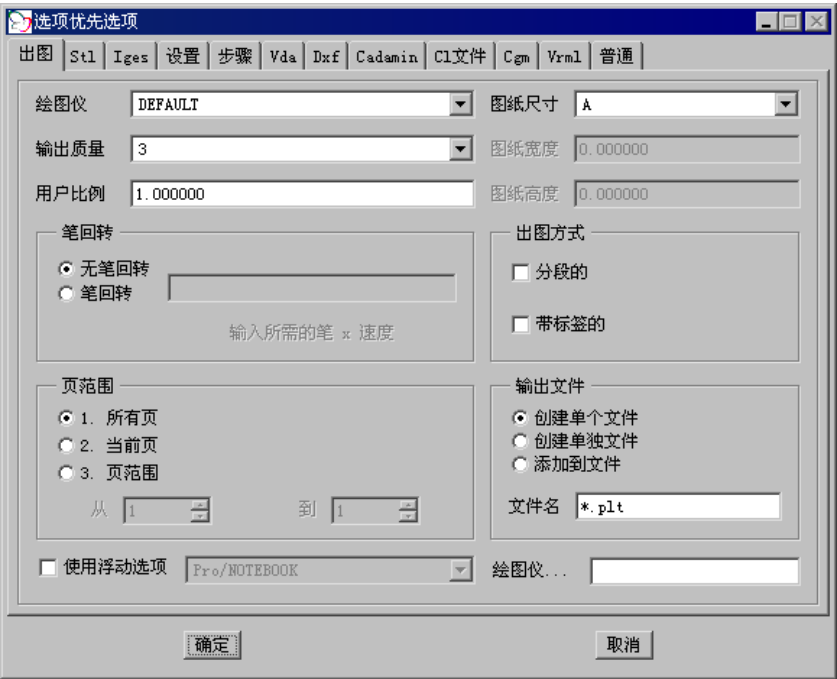

图 9.6.8 “选项优先选项”对话框
Step1. 在主窗口的菜单栏中选择下拉菜单 **优先选项** → **设置优先选项** 命令，打开图 9.6.8 所示的“选项优先选项”对话框。在该对话框中共有 12 个选项卡，用户可以有针对性地设置其中的选项。
Step2. 在 **出图** 选项卡中可以定义打印机的类型、打印范围、纸张大小等相关参数，如图 9.6.8 所示，本例采用系统默认值。